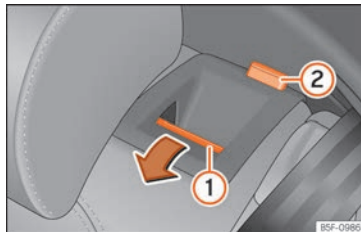

Abb. 122 Rück Sitz: Rückenlehne vorklappen.
- Entriegelungstaste » Abb. 122 ① nach vorn ziehen und gleichzeitig die Rückenlehne umklappen. Die Rück Sitzlehne ist entriegelt, wenn die rote Markierung des Tasters ② sichtbar ist.